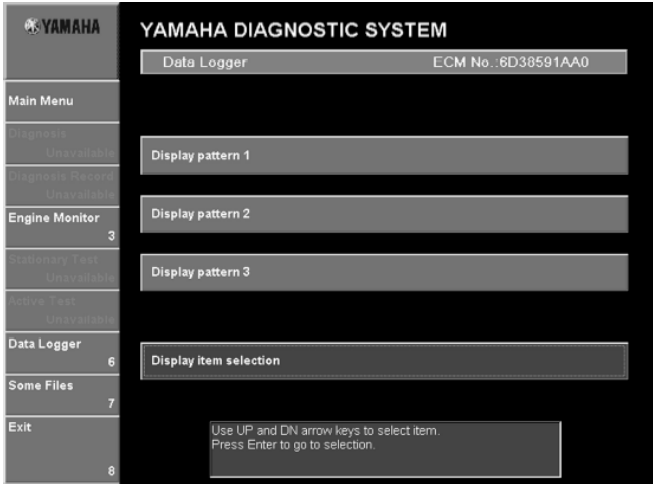

Рис. 105
**3.** Чтобы выбрать элементы графика, щелкните **Выбор элемента отображения(Display item selection)** или нажмите клавиша курсора вверх или вниз на клавиатуре, чтобы выбрать это и нажмите клавишу Enter. (Рис. 105)